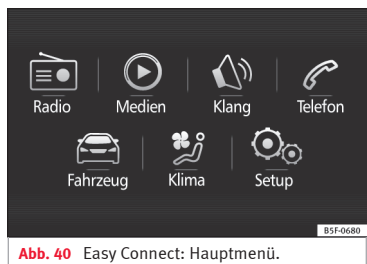

Abb. 40 Easy Connect: Hauptmenü.
- Taste **MENU** des Systems und anschließend die Funktionsfläche **Fahrzeug** » **Abb. 40** oder »